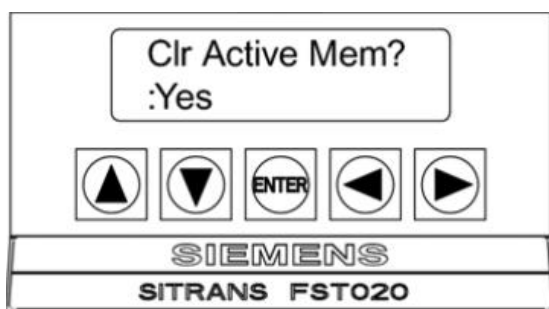

图 2
- 1， 按右箭头 ，大于符号“>”变为冒号“:”。按下箭头  改变第二行内容“No”为“Yes”。如“图 2”